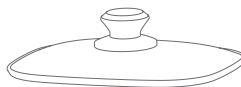

Fig 4
① Lors de l'installation du bac à grillades, veillez à le placer de manière stable sur le corps principal.
② Pendant le chauffage, la température de surface de la casserole est élevée. Ne la touchez pas directement, vous risqueriez de vous brûler.
③ La poêle à griller est uniquement utilisée pour frire et griller. Ne l'utilisez pas pour chauffer des liquides.
4. Couvercle de la poêle à griller : le couvercle de la poêle à griller est utilisé avec la poêle à griller pour améliorer l'efficacité du chauffage et éviter les éclaboussures d'huile (Fig. 4).